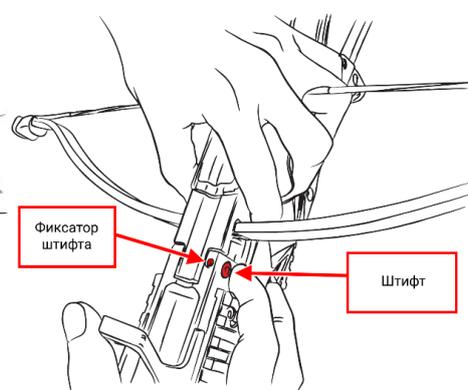

Рис.5
3. Надавите на штифт до упора, пока не услышите щелчок (Рис.5). Плечи арбалета безопасно установлены и готовы к взводу только тогда, когда штифт полностью задвинут в корпус арбалета через установленные плечи.
4. Штифт крепления плеч и приклада имеет фиксатор, расположенный рядом. Если штифт слишком туго ходит в своем гнезде, ослабьте фиксатор с помощью шестигранника (Рис.5).